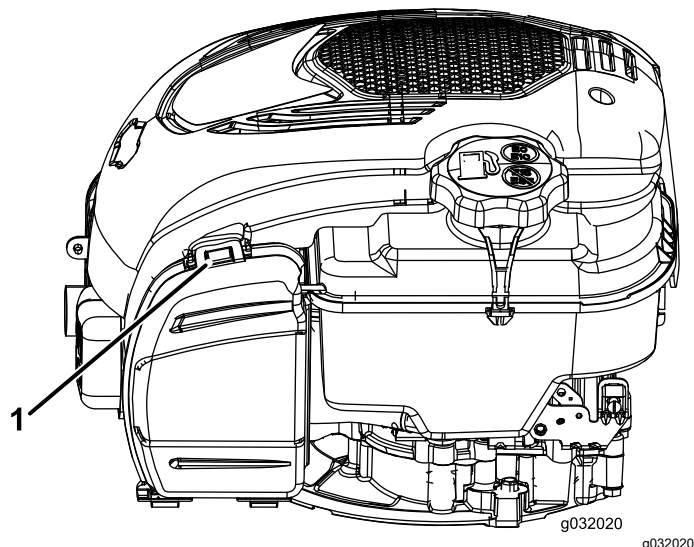

Figura 19
1. Tirate la linguetta per aprire il coperchio del filtro dell'aria (Figura 19).